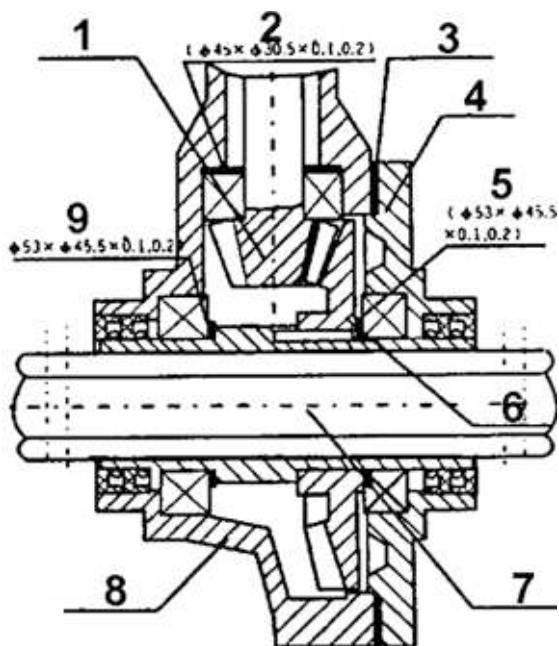

Рисунок 11.
2. Регулировка зазора сетки конической зубчатой передачи в ходовой части (см. рисунок 11)